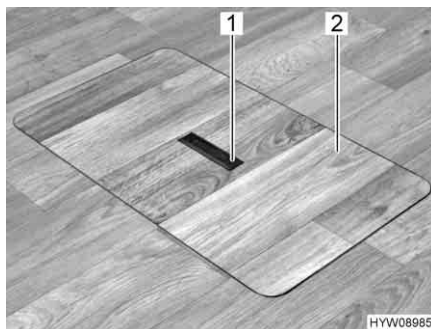
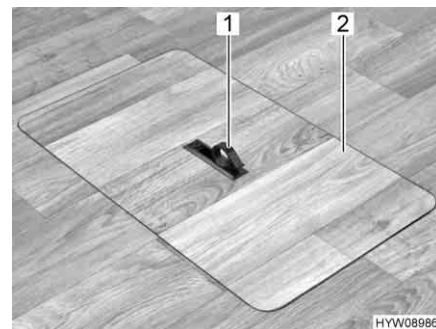

Fig. 53 Copertura vano pavimento (maniglia abbassata)
Fig. 54 Copertura vano pavimento (maniglia estratta)
- Spingere la piastra di presa (Fig. 53,1) verso il basso da un lato. La maniglia (Fig. 54,1) viene ruotata verso l'alto.
- Alzare la copertura (Fig. 54,2).
- Collocare la copertura (Fig. 54,2) nell'intelaiatura presente sul fondo.